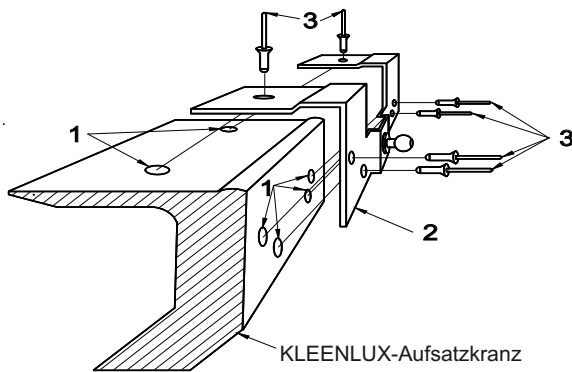

Abb. 2: Montage der unteren Kugelkopfkonsole.
- ➋ Legen Sie die Kugelkopfkonsole(n) mittig zur angezeichneten Stelle auf den Aufsatzkranz und zeichnen die Bohrstellen am Aufsatzkranz an (Abb. 2, Pos. 1).
- ➌ Bohren Sie an den angezeichneten Stellen Löcher mit Ø 5mm (Abb. 2, Pos. 1) und nieten die Kugelkopfkonsole fest (Abb. 2, Pos. 2+3).